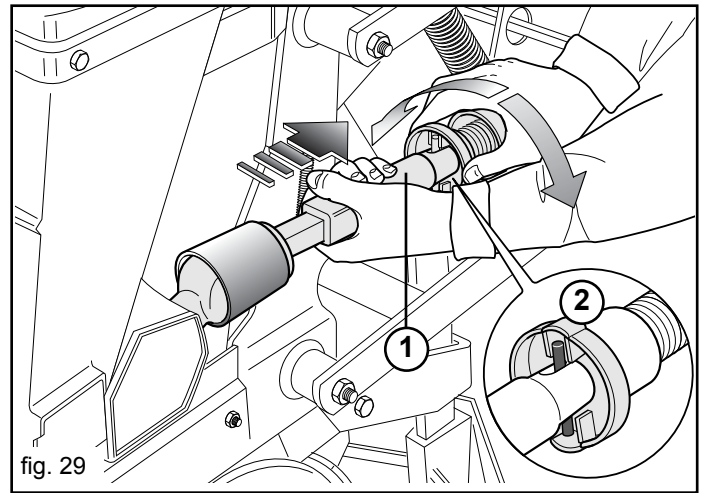

fig. 29
Luego, desinsertar el eje de transmisión del sembrador (Fig. 29) de la manera siguiente:
- Empuje y mantenga apretado el manguito (1, Fig. 29) en el sentido indicado por la flecha, apriete hacia adelante y, al mismo tiempo, gire el casquillo (2, Fig. 29) hasta que quede libre del pasador;
- Tirar hacia dentro con el fin de que corra el manguito (1, Fig. 29).